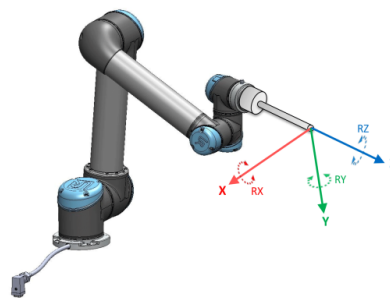

Abbildung 13.2: Tool (TCP)-Funktion
- Die Werkzeugfunktion Der Ursprung liegt im Zentrum des aktuellen TCP (siehe Abbildung 13.2)